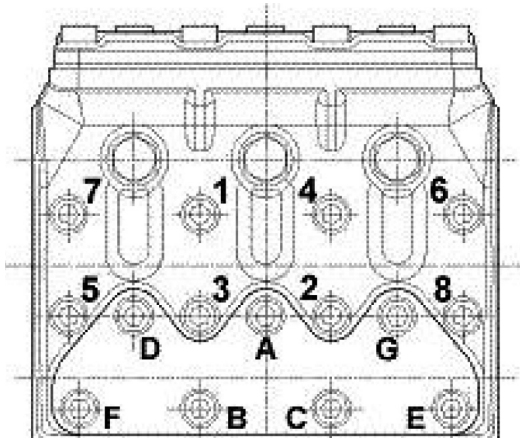

Fig. 33
** Le viti fissaggio testata devono essere serrate con chiave dinamometrica lubrificando il sottotesta rispettando l'ordine di Fig. 33.
*** Le viti fissaggio coperchi valvole devono essere serrate con chiave dinamometrica lubrificando il sottotesta rispettando l'ordine di Fig. 33.